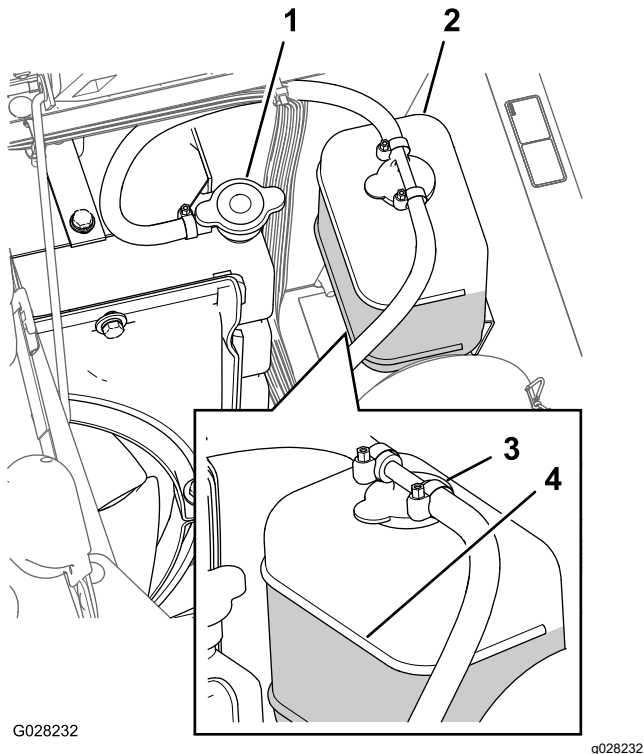

图 93
3. 小心拆下散热器盖和膨胀水箱盖图 93。
**注意** 散热器中的冷却液应添加至加油颈的顶部而膨胀水箱中的冷却液应添加至水箱上的“已满”标记处图 93。
5. 如果冷却液液位较低请拆下膨胀水箱盖和散热器盖然后将膨胀水箱添加至“已满”标记处将散热器添加至加油颈的顶部图 93。
6. 安装散热器盖和膨胀水箱盖图 93。
2. 发动机冷却后拆下散热器盖图 93。
6. 拆下散热器盖图 93。
8. 在散热器上的盖子松开的情况下启动发动机 图 93。
10. 冷却液变热之后把冷却液液位添加至盖子的密封面处盖紧盖子 (图 93)。
11. 打开膨胀水箱盖向水箱添加冷却液至“冷”位置 图 93。